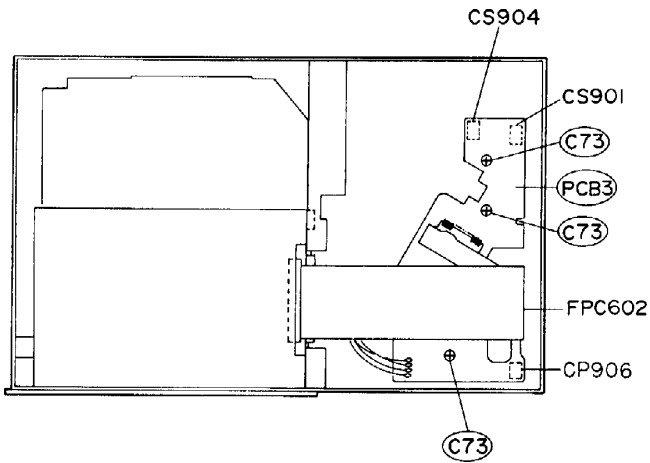

Fig. 5
- Steckverbindungen **FPC602**, **CS901**, **CP904** und **CP906** lösen (Fig. 5).
- 3 Schrauben **C73** herauserschrauben (Fig. 5).
- Unplug the connectors **FPC602**, **CS901**, **CP904** and **CP906** (Fig. 5).
- Undo 3 screws **C73** (Fig. 5).